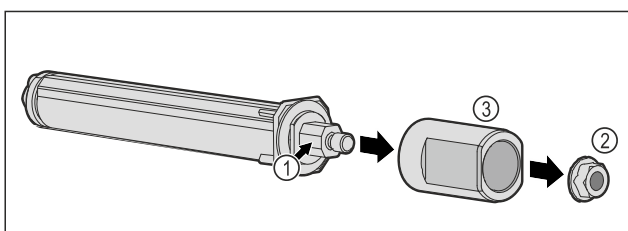

Fig. 53
- ▶ Ta inte isär dörlåssystemet Fig. 53 (1).
- ▶ Ta bort muttern Fig. 53 (2).
- ▶ Ta av hylsan Fig. 53 (3).